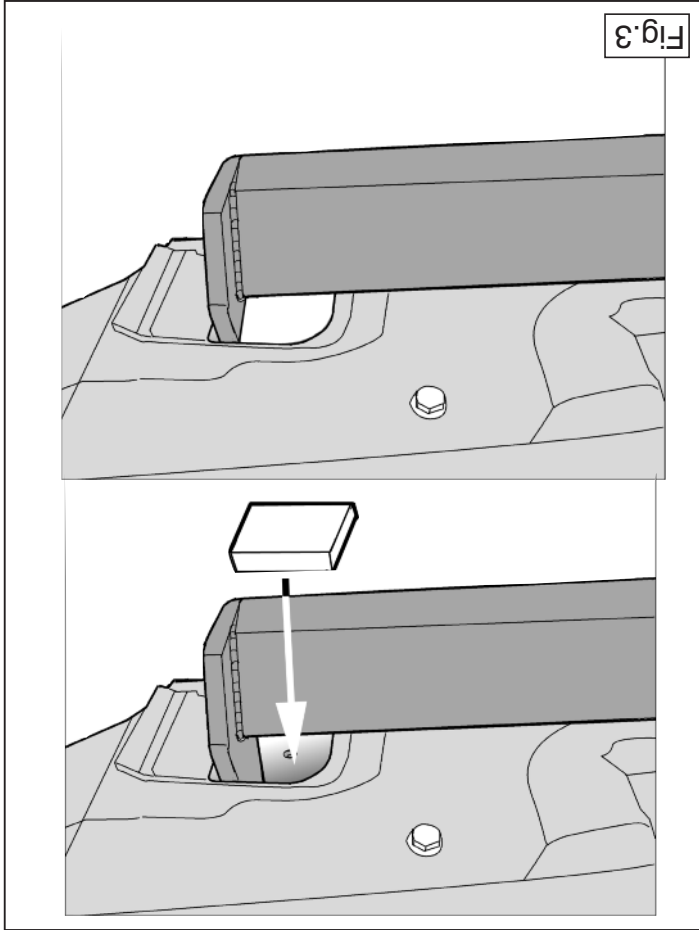

Fig.3
6. Plaats de twee PE schuimblokken als afdichting in de chassisbalken (zie fig. 3).
6. Place the two PE foam blocks as sealing on the chassis members (see fig. 3).
6. Die beiden PE-Schaumblöcke als Abdichtung im Fahrgestellträger anbringen (siehe Fig. 3).
6. De två PE-skumblocken placeras som tätning i chassibalckarna (se fig. 3).